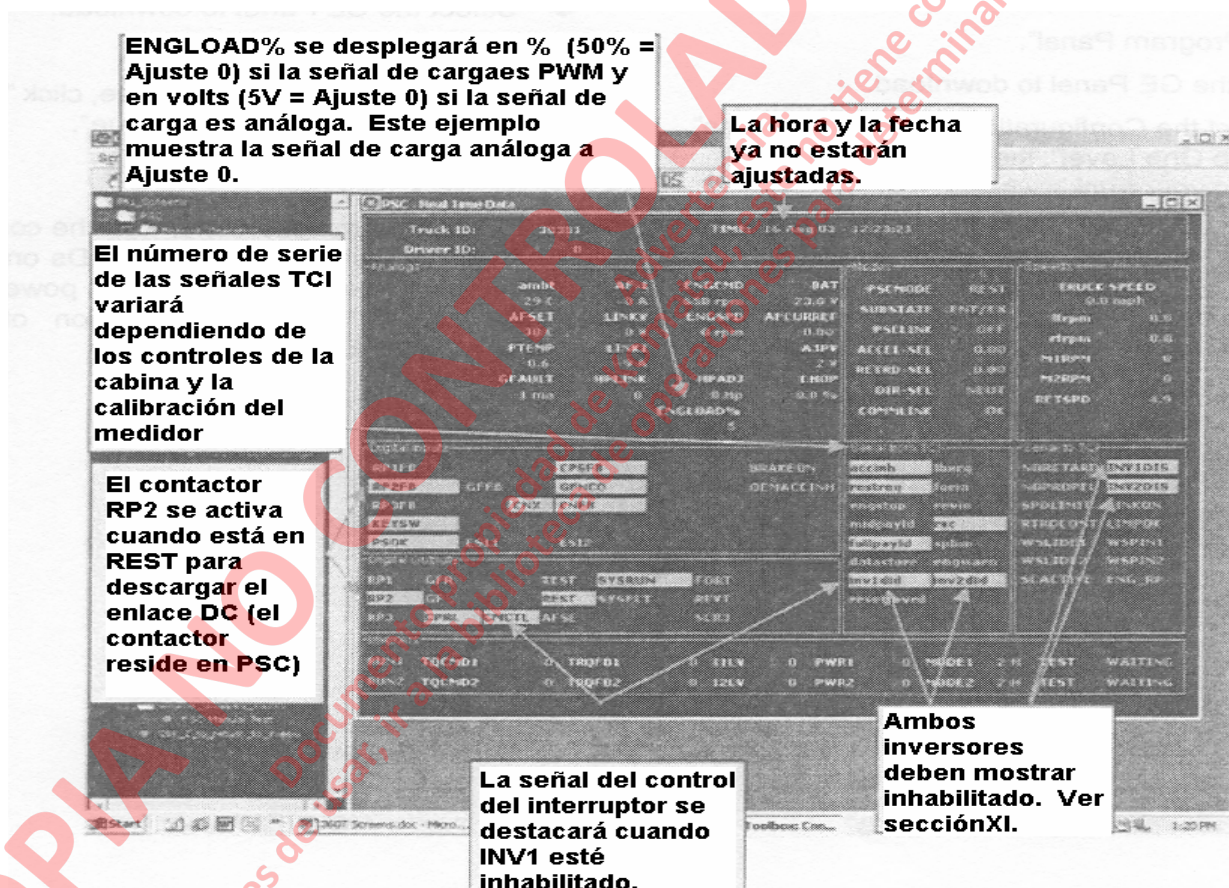

FIGURA 3-3. PANTALA DE DATOS DE TIEMPO REAL PSC
1. Con la potencia de control apagada, saque la tarjeta apropiada y ubique la placa verde con la batería cerca del borde de la tarjeta. (Ver Figura 3-3).
- Verifique que los valores análogos sean similares al ejemplo de la Figura 3-3. También, asegúrese que la ID correcta del camión esté en la parte superior de la pantalla y que la señal "COMMLINK" en "Modes" lea OK.
- ◆ La pantalla "PSC Manual Test" se ve similar a la pantalla "PSC Real Time Data" de la Figura 3-3. Haciendo clic en los botones en el campo "Digital Outputs" activará y desactivará la salida. Ver Tabla III.